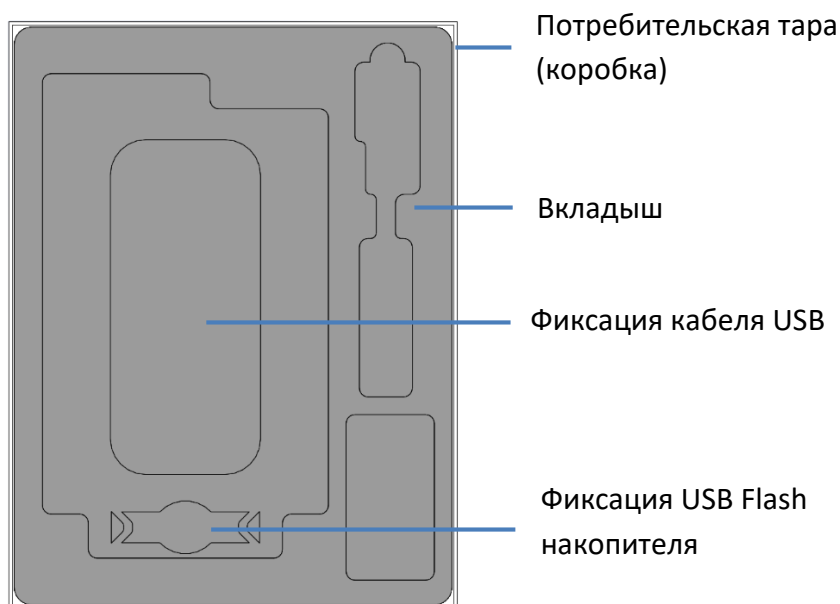

Рисунок 3.1 Упаковка
- откройте коробку, извлеките (рисунок 3.1) и ознакомьтесь с сопроводительной документацией, аккуратно извлеките полиэтиленовые пакеты с анализатором, блоком питания, кабелем USB, USB flash накопителем с эксплуатационной документацией;